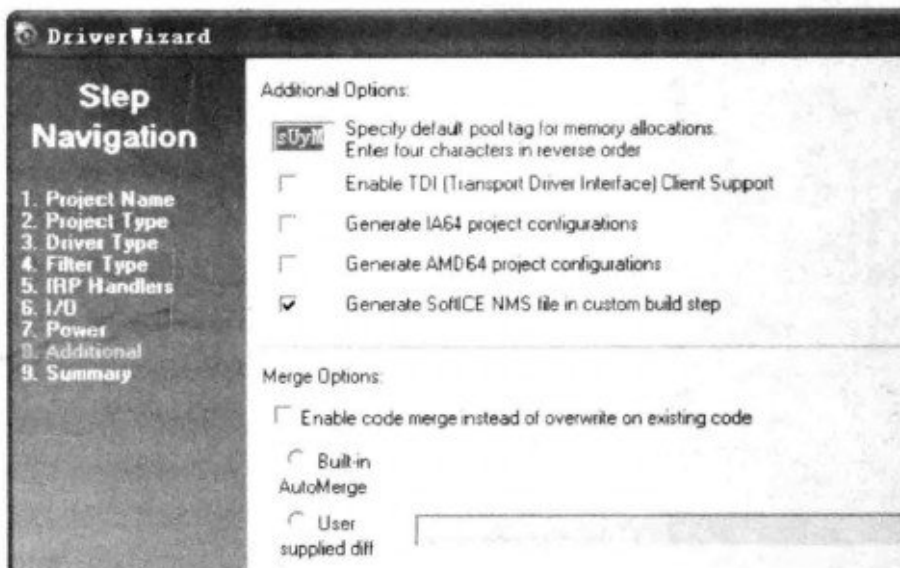

图 10.2.8 配置附加信息
(8)配置附加信息。附加信息使用向导的默认值即可,如图 10.2.8 所示。